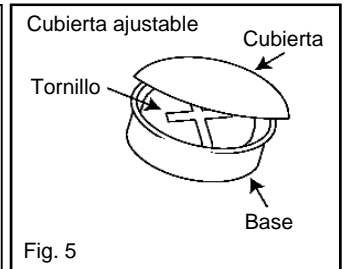

Fig. 5
10. Coloque las cubiertas de los tornillos sobre las bases de los tornillos (Fig. 5).